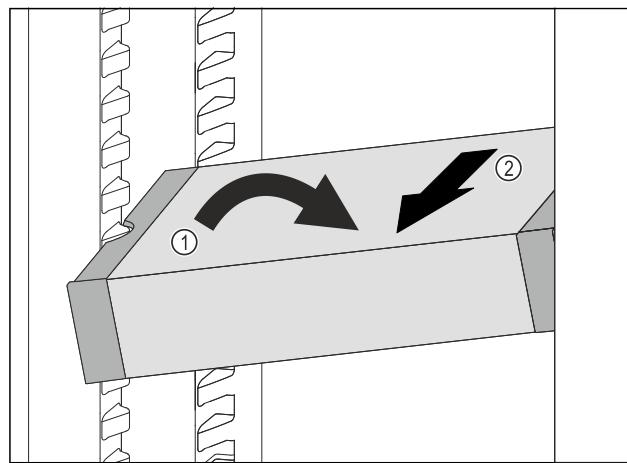

Fig. 89
- ▶ 在冷藏区中倾斜 VarioSafe。Fig. 89 (1)
- ▶ 向前取出 VarioSafe。Fig. 89 (2)